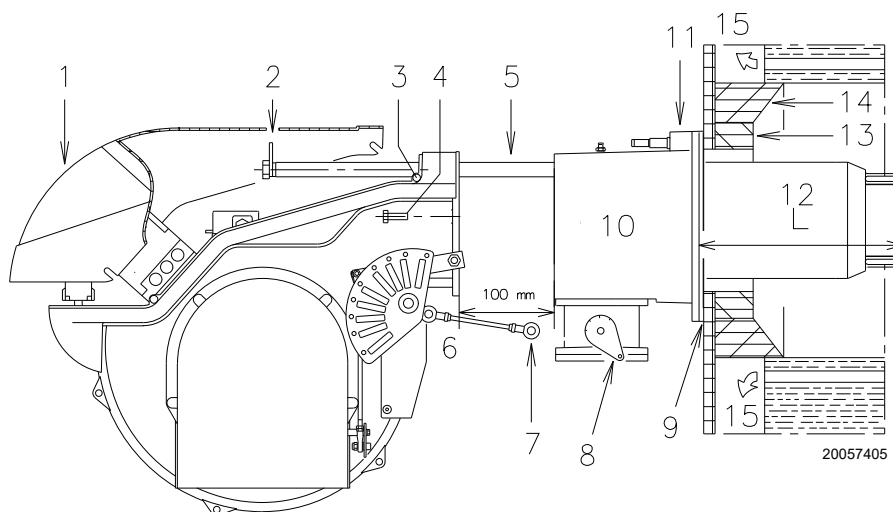

Fig. 15
Para calderas con paso de humos delantero 13)(Fig. 15 en pág. 20) o con cámara de inversión de llama, colocar una protección de material refractario 11) entre el refractario de la caldera 12) y el tubo llama 10).
Separar el cabezal de combustión del resto del quemador, como en la Fig. 15; proceder como se describe a continuación:
En este punto de la instalación el cabezal de combustión debe estar fijado a la caldera como se muestra en la Fig. 15. Es particularmente fácil su regulación, la cual depende únicamente de la potencia máxima del quemador.
- volver a montar el quemador en las guías 3) a unos 100 mm del manguito 5) - quemador en la posición indicada en la Fig. 15;